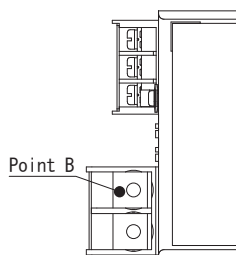

図6.3 温度測定箇所
- ・負荷線を配線する際は、図6.3のポイントBの温度が下記指定温度以下になるよう負荷線の発熱を考慮し電線を選定してください。